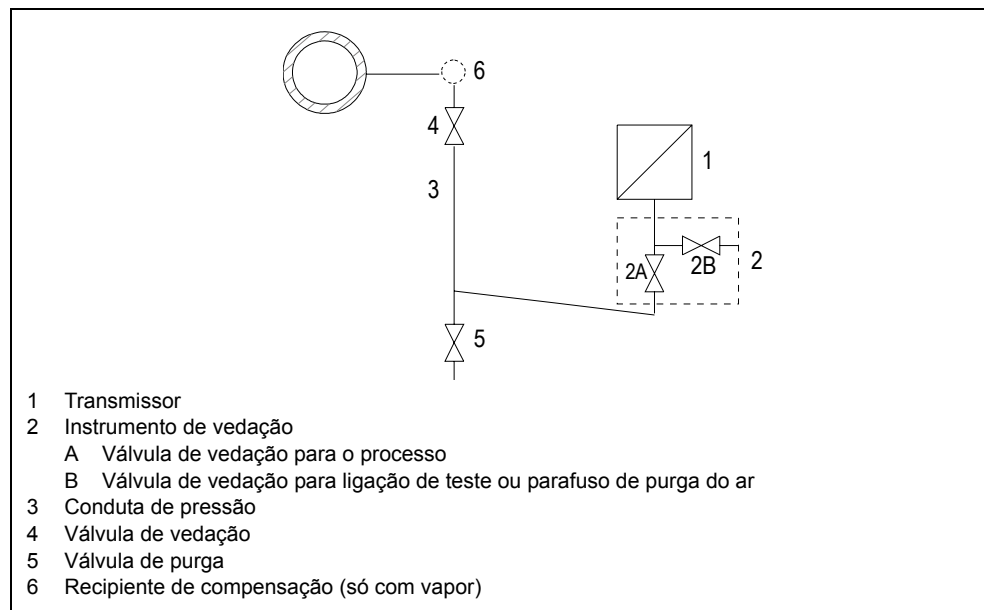

Figura 54 Medição de vapor
1. Abre a válvula de vedação (Figura 54, 2B).
2. Aplique a pressão correspondente ao início da medição no transmissor através da ligação de teste do instrumento de vedação (2).
5. Abre a válvula de vedação (4) no bocal de medição da pressão.